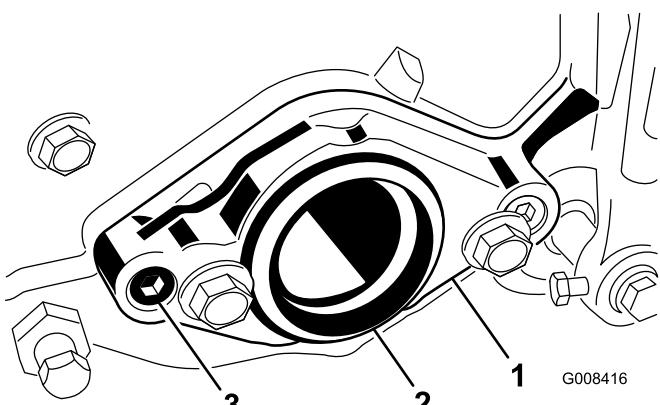

Figura 14
- B. Sul lato destro dell'apparato di taglio, togliete il tappo in plastica dall'alloggiamento del cuscinetto (Figura 14).
- C. Togliete le 2 viti a testa esagonale che fissano il supporto del motore all'estremità destra dell'apparato di taglio. Rimuovete il supporto motore (Figura 14).